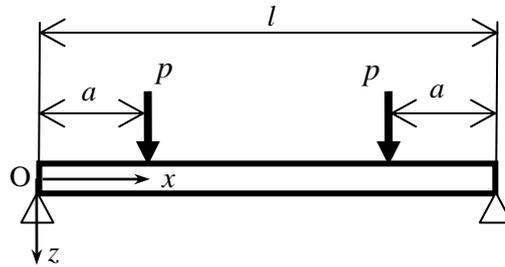

図3
3. 図3に示す長さ l の真直な梁の両端を単純支持し、梁の両端から距離 a ($< l/2$) の2点に等しく荷重 p を鉛直下向きに加える。左端 O を原点として縦主軸に沿って x 軸を設定する。 x によらず梁の断面は一樣であり、断面二次モーメントを I とする。また梁のヤング率を E とする。以下の設問に答えよ。